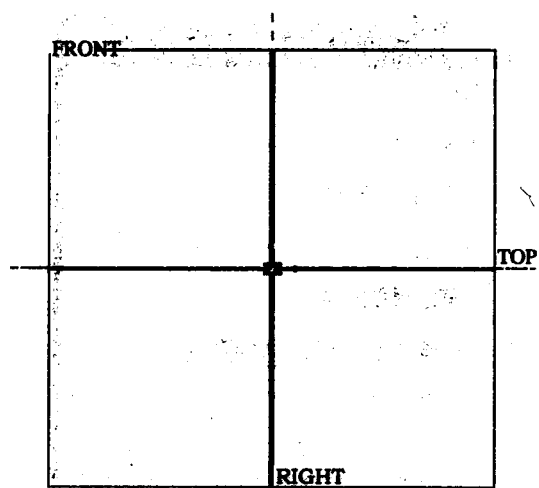

图 1.1.6
Step3: 绘制水平中心线。在“草绘器”工具栏中,从“线”的快捷菜单中单击“中心线”的图标 , 然后绘制与 TOP 平面重合的水平中心线,这样做是方便以后的装配。如图 1.1.6 所示。